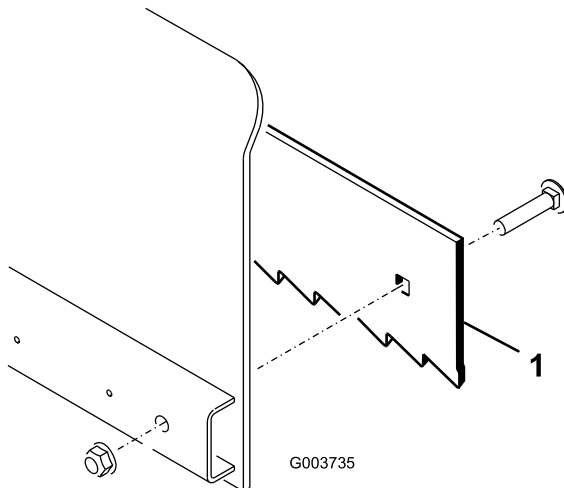

図 3
- 強い設定にする場合ウェアプレート 図 3 の歯が前向きになるようにセットする。